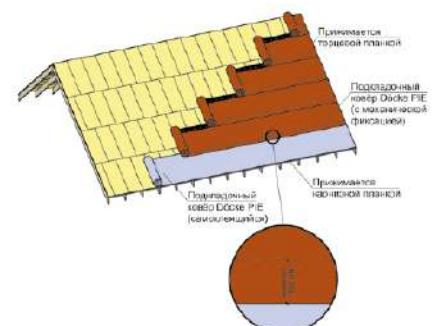

Рис. 10. Схема расположения подкладочного ковра Döcke (последовательность укладки полотен в соответствии с пунктом 4.1.6).
4.1.8 Крепёж подкладочного ковра осуществляется гвоздями (тип 1, таблица №1). Схема крепления полотен подкладочных ковров Döcke показана на рис. 10. Самоклеящиеся ковры Döcke вдоль карниза снизу прижимаются карнизовыми планками (п. 5 – «Установка карнизных и торцевых металлических планок»).